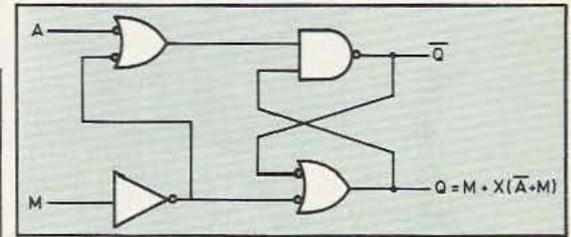
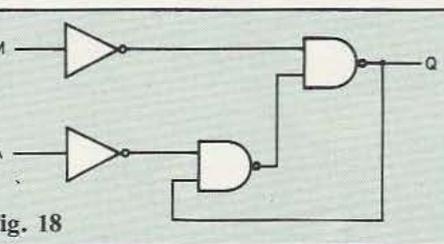

Fig. 19
Fig. 18
$Q = X_{n+1} = M + \bar{A}X$ forme (1) ou $Q = M + X(\bar{A} + M)$ forme (2) avec redondance d'où (forme 1) le logigramme de la figure 18 ou, avec sorties strictement complémentaires et même temps de propagation (forme 2), la figure 19.